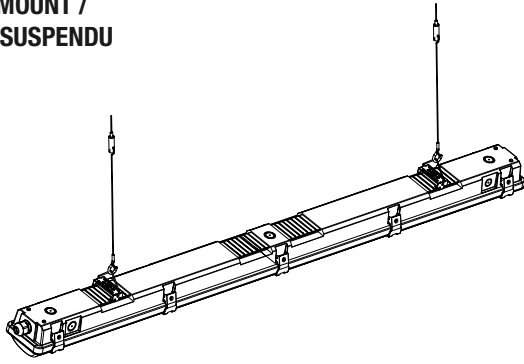

Figure 11
1. Secure the surface mounting brackets to the housing as shown in Figure 11.
2. Loop the V-hook on the surface mounting bracket as shown in Figure 11.
3. To suspend the housing, connect each V-hook to two equal lengths of chain (not supplied) and/or appropriate hardware (by others) suitable for mounting surface. The chains must be suitable to support four (4) times the weight of the fixture.
1. Fixez les supports de montage en surface au boîtier comme indiqué dans la figure 11.
2. Bouclez le crochet en V sur le support de montage en surface comme indiqué sur la figure 11.
3. Pour suspendre le boîtier, reliez chaque crochet en V à deux longueurs égales de chaîne (non fournie) et/ou à un matériel approprié (fourni par d'autres) adapté pour montage en surface. Les chaînes doivent pouvoir supporter quatre (4) fois le poids de l'appareil.